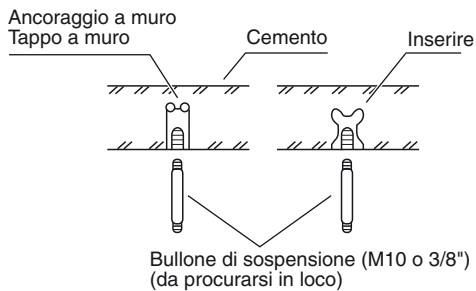

Fig.3-3
- Inserire i bulloni di sospensione (Fig. 3-3) oppure
- (2) Avvitare i bulloni di sospensione, permettendo loro di protendere dal soffitto (Fig. 3-3). (Se necessario, tagliare il materiale.)